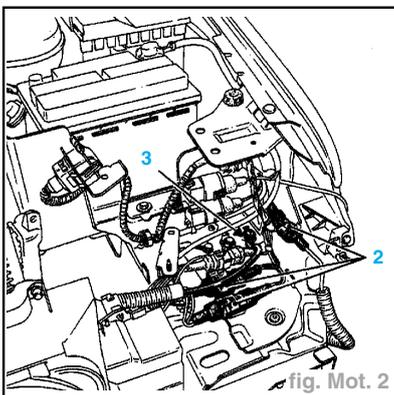

fig. Mot. 2
- Débrancher les trois connecteurs (2) et le fil de masse (3) (fig. Mot. 2).